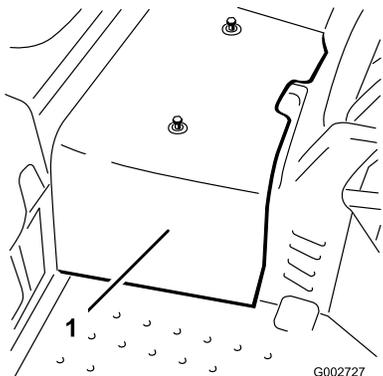

Bild 47
2. Lösen Sie die zwei Schrauben, mit denen die mittlere Haube an der Maschine befestigt ist, und nehmen Sie die Haube ab (Bild 47).